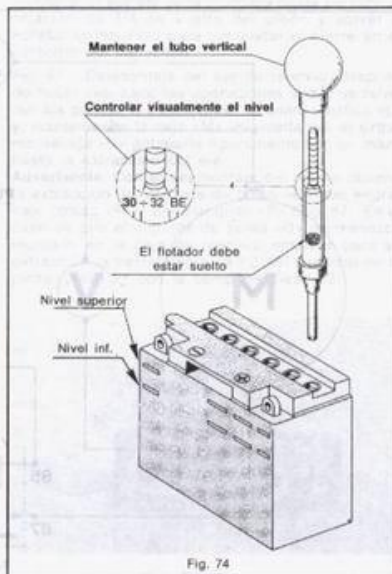

Fig. 74
1) Quitar la cinta adhesiva y levantar los tapones, introducir en los elementos ácido sulfúrico de calidad para acumuladores, de peso específico 1,26, correspondiente a 30°, a una temperatura no inferior a 15 °C, hasta alcanzar el nivel superior (véase fig. 74).
El nivel del electrolito, que se debe controlar con frecuencia, debe alcanzar el nivel superior (véase Fig. 74). Para reponer dicho nivel necesita usar **exclusivamente agua destilada**.
Después de haber repuesto el nivel del electrolito, controlar la densidad con el densímetro adecuado (véase Fig. 74). Con batería cargada se deberá medir una densidad de 30-32°Bé correspondientes a un peso específico de 1,26-1,28 a temperatura no inferior a 15 °C.